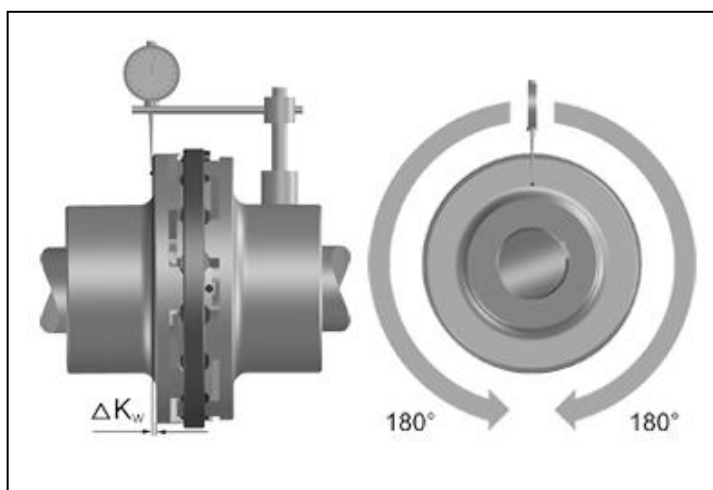

Bild 6
- Vermessen Sie stirnseitig eine ganze Umdrehung (360°) am äußeren Durchmesser. Ermitteln Sie dabei die größte Abweichung K_{w1} sowie die kleinste Abweichung K_{w2} (Bild 6).